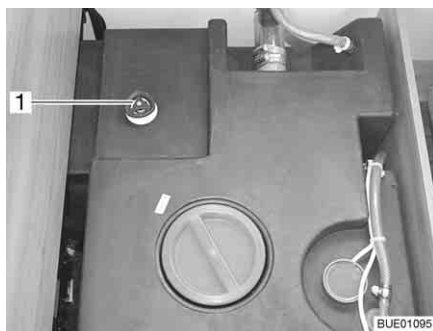

Fig. 232 Depósito de agua con tirador giratorio
- Girar el tirador giratorio (Fig. 232, 1) del depósito de agua en sentido contrario a las agujas del reloj sobrepasando la resistencia, para abrir el orificio de salida completamente.